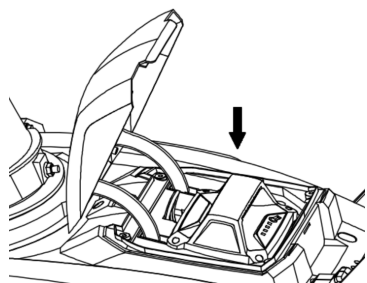

Fig.2
1. Abra la tapa del compartimiento de la batería y deslice la batería verticalmente hacia abajo como muestra la Fig 2.